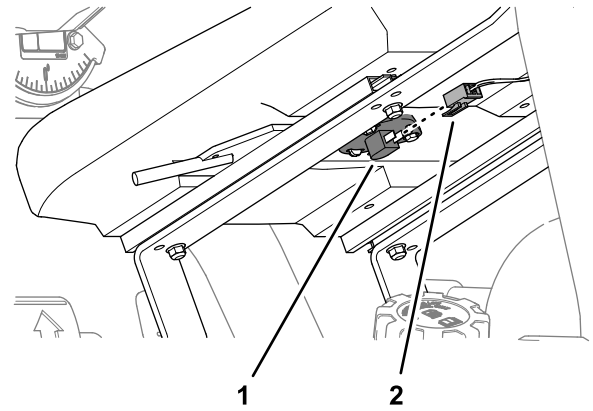

Figura 4
4. Retire el conector hembra de 2 vías de los terminales del interruptor del asiento (Figura 4).